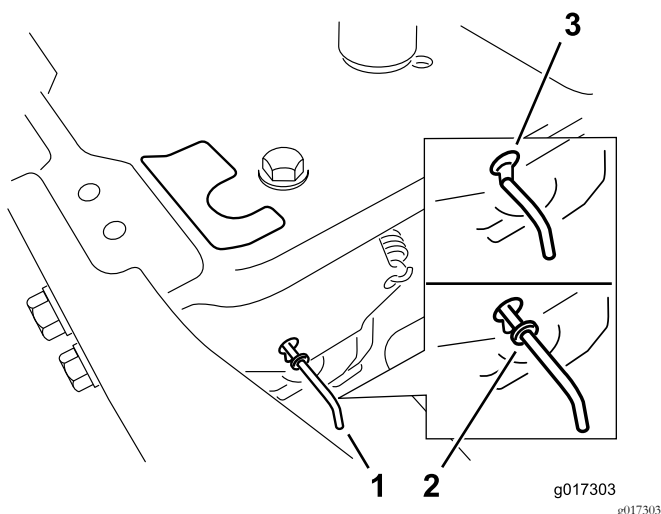

Figure 24
4. Déplacez les leviers de dérivation en avant dans l'encoche en trou de serrure, puis vers le bas pour les verrouiller en position (Figure 24).
Déplacez les leviers de dérivation en arrière dans l'encoche en trou de serrure, puis vers le bas pour les verrouiller en position, comme montré à la Figure 24.